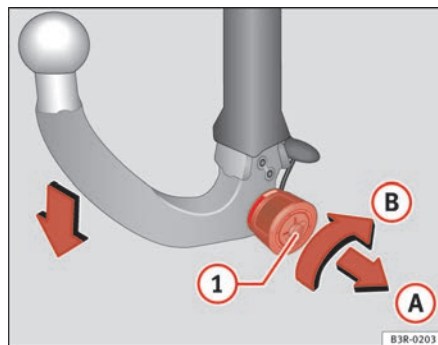

Fig. 164 Dispositivo di traino asportabile. Come smontare il gancio a testa sferica
- Inserire la chiave nella serratura della rotella ① ⇒ fig. 164.